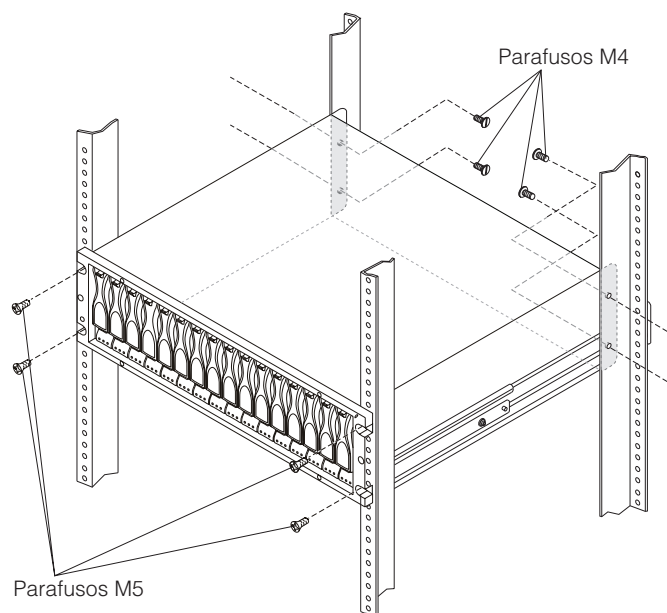

Figura 20. Prendendo o DS5020 no Gabinete do Rack
4. Prenda o subsistema de armazenamento. A Figura 20 na página 47 mostra como prender o subsistema de armazenamento no rack.
- c. Prenda a parte frontal do DS5020 utilizando os quatro parafusos M5 conforme mostrado na Figura 20 na página 47.